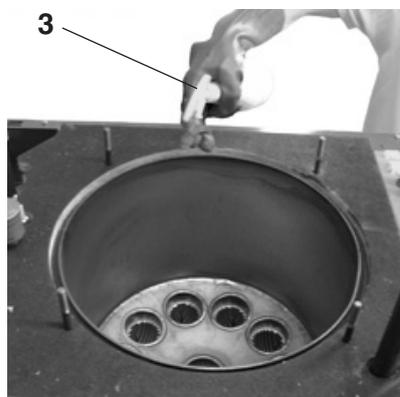

Fig. 7
- ⇒ ③ Spruzzare su camera di combustione e tubi aluFer (3, fig. 7).
- ⇒ ① Con la pistola a spruzzo dotata di ugello a getto largo (getto piatto o rotondo) irrorare tutte le superfici della camera di combustione e tubi aluFer incrostati Sono consigliati per esempio: "SOTIN 230"; "SpraythermKonzentrat-W" (Ditta R. Zimmermann, 8700 Küsnacht); "durgol forte" art. no. 1D1997 oppure in Austria "NALCO".